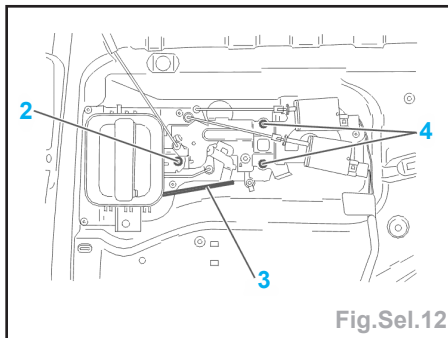
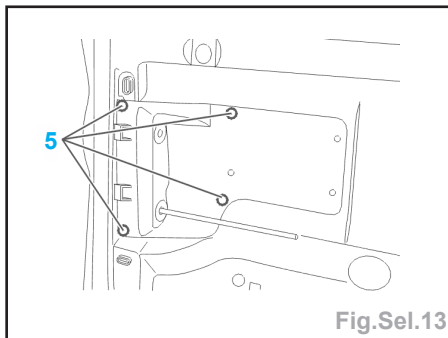

Fig.Sel.12
Fig.Sel.13
- Déposer la fixation (2) de la poignée intérieure (Fig.Sel.12).
- Déconnecter la biellette (3).
- Déposer les fixations (4) du mécanisme de verrouillage.
- Déposer les fixations (5) du cache d'accès à la poignée extérieure (Fig.Sel.13).